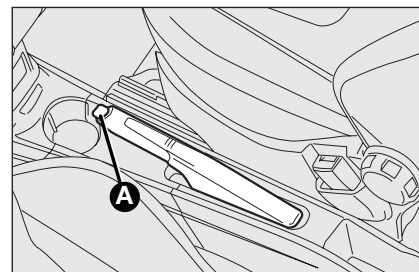

fig. 1
- ☐ levez légèrement le frein à main et appuyez sur le bouton de relâchement A-fig. 1;